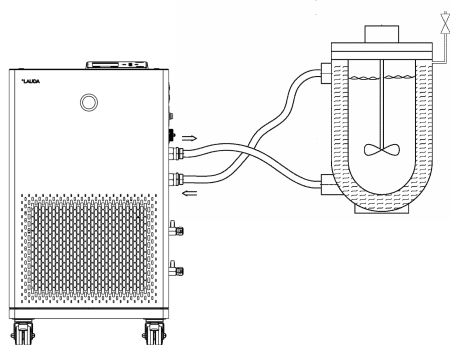

Abb. 35: Applikation mit Entlüftungsventil
- Ein Entlüftungsventil Abb. 35 kann den Entlüftungsprozess deutlich vereinfachen. Dazu periodisch das Ventil vorsichtig öffnen und Gas/Luft entweichen lassen bis Flüssigkeit aus dem Ventil austritt, Entlüftungsventil wieder schließen. Flüssigkeit in geeigneten Behälter auffangen. Das Ventil in regelmäßigen Abständen erneut betätigen, bis keine Luft mehr austritt.